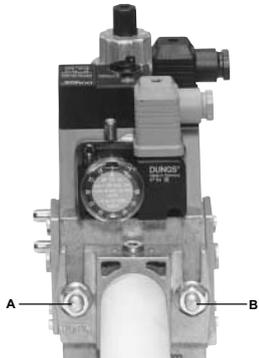

Fig. 17
3. stringere le viti A, B, C e D (Fig. 17 - Fig. 18), rispettando le posizioni di montaggio (Fig. 20);